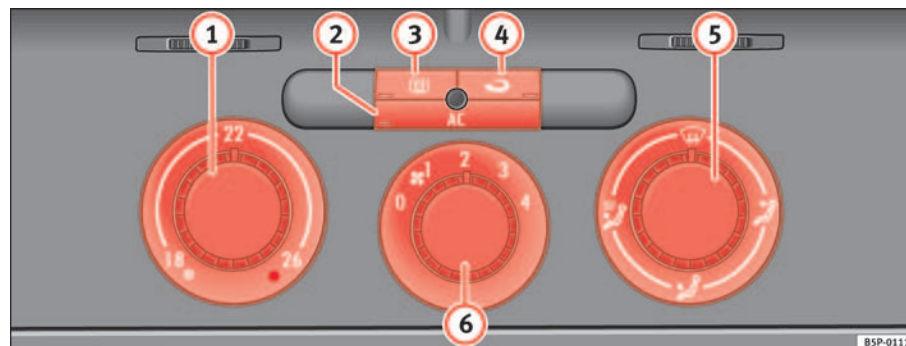

Fig. 124 Mandos del Climatic en el tablero de instrumentos
- Con los reguladores ⇒ fig. 124 ① y ⑤ y con el mando ⑥ se regula la temperatura, la distribución del aire y la velocidad de la turbina.
- Pulse la tecla ②, ③ o ④ para activar o desactivar la función correspondiente. Cuando la función está activa, la ventana situada en la esquina inferior de la tecla se ilumina.
- ① Regulador de temperatura ⇒ página 160
- ② Tecla **AC** – Encender o apagar el grupo refrigerador ⇒ página 160
- ③ Tecla – Luneta térmica. Esta función se apaga automáticamente aproximadamente 20 minutos después de haberla conectado. Se puede desconectar antes pulsando de nuevo la tecla.
- ④ Tecla – Recirculación de aire ⇒ página 162
- ⑤ Regulador de la distribución de aire ⇒ página 160
- ⑥ Mando de la turbina. El caudal de aire tiene 4 niveles de ajuste. La turbina debería funcionar siempre en el nivel más bajo cuando se circule a poca velocidad.
- Encienda el climatizador con la tecla ⇒ **página 159, fig. 124**